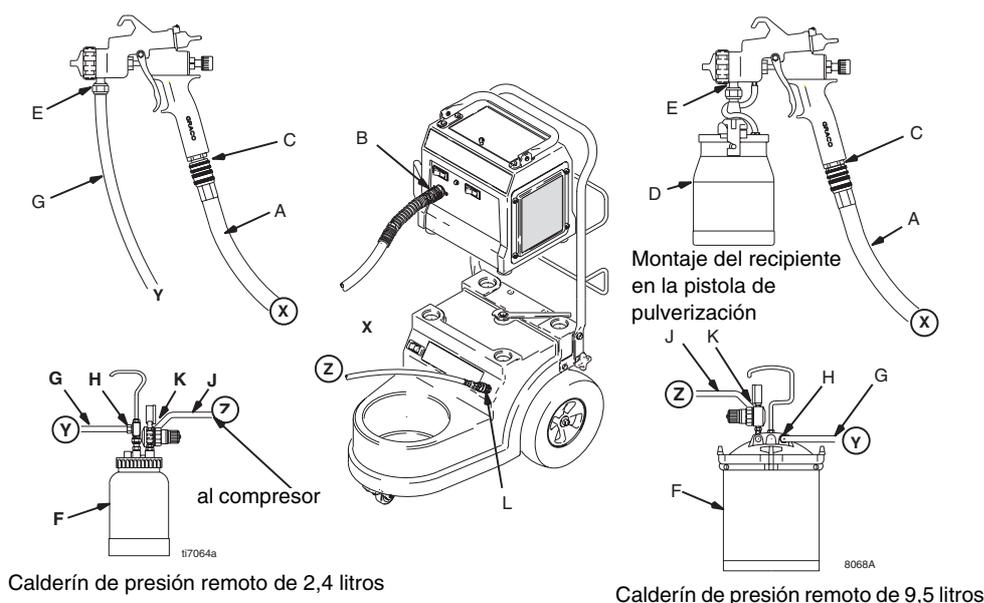

FIG. 12
- Las letras en los círculos de la Fig. 12 indican las conexiones de la línea de mangueras.
1 Conecte la manguera de suministro de aire de la pistola (A) entre la salida de aire de la turbina (B) y la entrada de aire de la pistola (C). NO utilice una llave para apretar las conexiones; apriete a mano. Fig. 12.